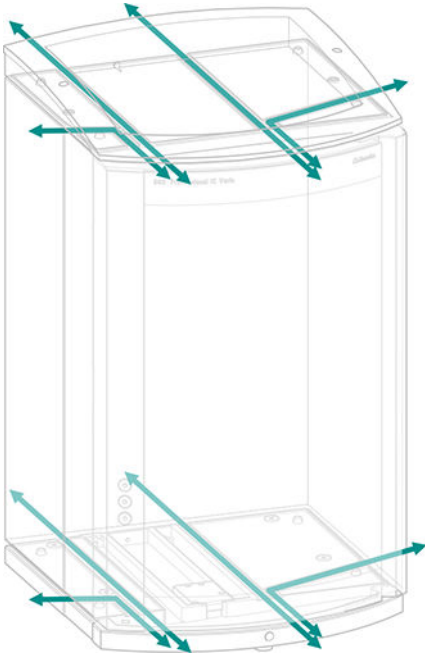

Figure 5 Canaux pour capillaires
- canaux entre l'appareil et le bac de fond ainsi qu'entre l'appareil et le support de flacons (voir Figure 5, page 14)